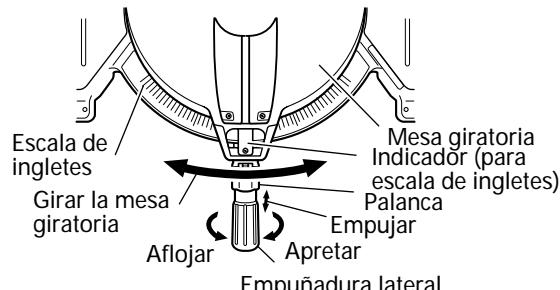

Fig. 22
- (1) Afloje la empuñadura lateral y empuje la palanca para los topes de ángulo. Luego, ajuste la mesa giratoria hasta que el indicador se alinee con el ajuste deseado de la escala de ángulos de inglete (Fig. 22).
- (2) Vuelva a apretar la empuñadura lateral para asegurar la mesa giratoria en la posición deseada.